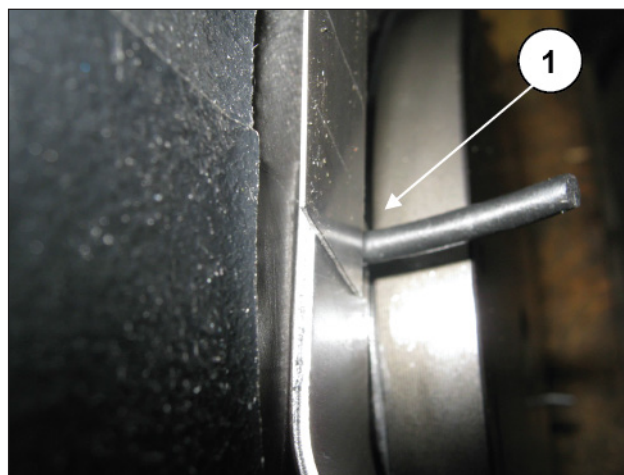
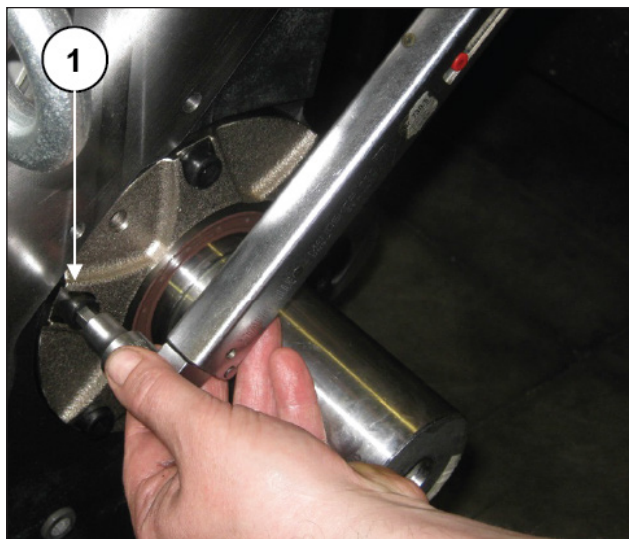
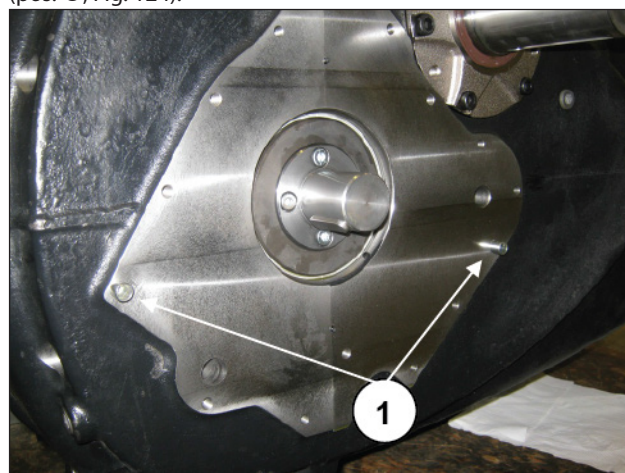

Fig. 114
Fig. 120
Fig. 125
umedeca com selante de silicone tipo MOTORSIL D (Arexons) todas as zonas de saliência dos vedantes OR em contato com os vedantes planos (Fig. 114, pos. ①).
Monte a cobertura do eixo de manivela com a relativa junta (umidade prévia dos ORs salientes com vedador de silicone - ver Fig. 114 - e aperte os parafusos de fixação M8 (pos. ①, Fig. 120 - Fig. 121).
Monte a junta plana (pos. ①, Fig. 125) antes de umedecer os ORs salientes com vedador de silicone (ver Fig. 114).